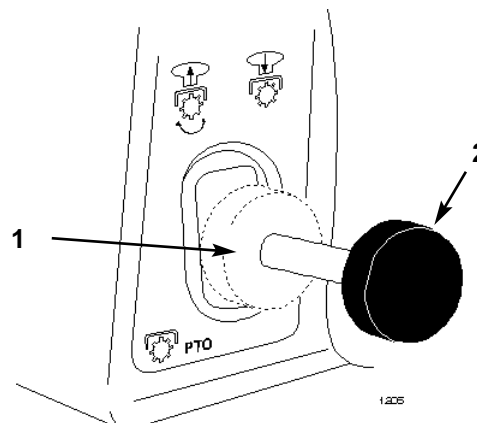

Fig. 7
2. Tirate la leva della presa di forza in posizione "ON" (Fig.7).
2. Spingete la leva della presa di forza in posizione "OFF" (Fig. 7)
Il contaore (optional su alcuni modelli) registra il numero di ore di esercizio del motore (Fig. 7), ed è attivato quando la chiave di accensione è in posizione "RUN" (in moto) o "LIGHTS" (fari). Consultate i tempi di manutenzione ordinaria per la programmazione.